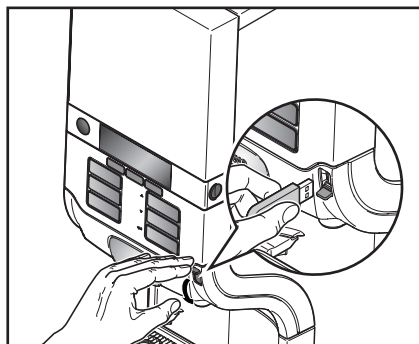

Fig. 29
- Introduisez la clé USB fournie dans le port USB du distributeur (fig. 29).